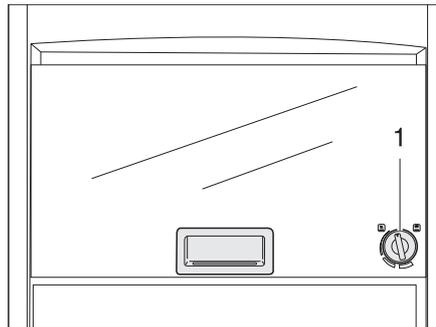

Bild 218 Gasbackofen (Dometic)
- Den Drehregler (Bild 218,1) leicht drücken und nach links auf eine beliebige Position drehen.
- Den Drehregler (Bild 218,1) auf "O" drehen. Die Flamme erlischt.